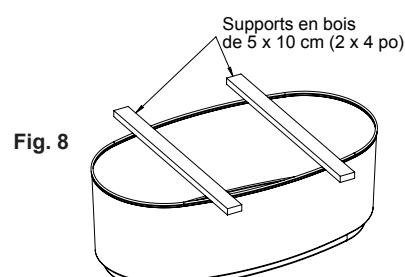

Fig. 8
- 3** Placez (2) supports en bois de 1,2 m (4 pieds) de long de 5 x 10 cm (2 x 4 po) en travers de la partie supérieure de la jupe. Placez les supports en bois uniformément sur la jupe comme sur le schéma (fig. 8). Ils servent de support à la baignoire pendant la procédure de raccord des conduites d'alimentation d'eau et du système électrique.